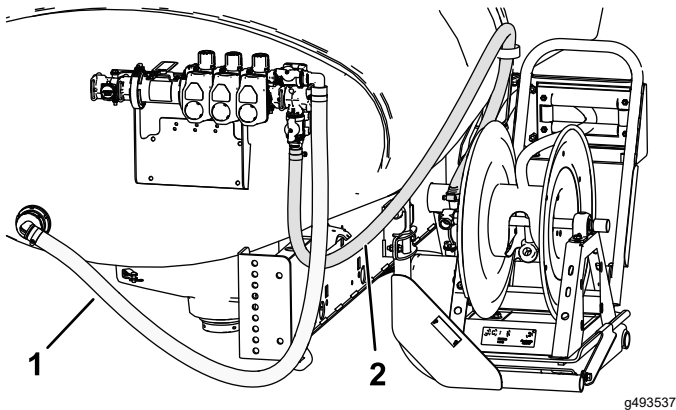

Figure 33
18. Acheminez le flexible d'alimentation comme montré à la Figure 33 et fixez-le au dévidoir avec un collier.